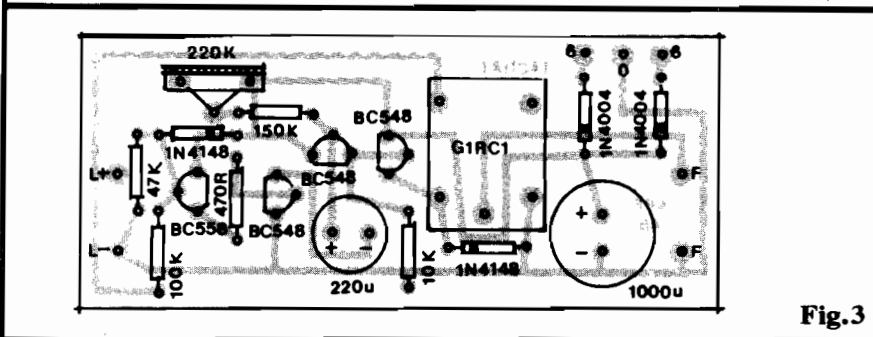

Fig. 3
- FIG. 3 - CHAPEADO DA MONTAGEM - O lado não cobreado da placa, mostrado já com os principais componentes inseridos nos seus devidos lugares... São vários os componentes polarizados, que merecem maior atenção na colocação, já que - se invertidos - podem se danificar, além de certamente obstar o funcionamento do circuito... Nessa categoria estão: os quatro transistores, cujo posicionamento é referenciado pelos seus lados "chatos" (atenção, também, para não colocar o único BC558 no lugar de um dos BC548...), os quatro diodos (cujas extremidades de **cathodo** estão sempre marcadas pelas fixas ou anéis, os dois capacitores eletrolíticos, com a polaridade de terminais também claramente indicada no chapeado (também no corpo dos componentes a polaridade está demarcada, além do que a "perna" positiva pode ser facilmente identificada como a **mais longa**...). Quanto aos demais componentes (não polarizados...) os cuidados devem dirigir-se para a perfeita identificação dos seus **valores**, em função dos lugares que ocupam na placa... Quem ainda tiver dúvidas quanto a isso, deve consultar o TABELÃO APE, lá no começo da Revista... Quanto ao relê, também tem posição única e certa para in-